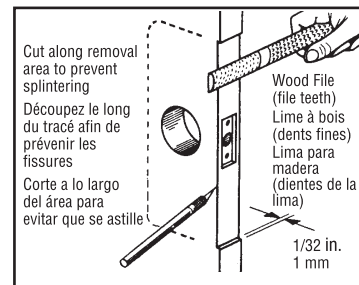

Fig. 4B
**Step 4B:** To remove 1/32 in. of door edge, remove the handle set, guardplate and latchbolt, and mortise the door edge 1/32 in. to allow for jamb clearance. Use an X-acto knife to cut along the pencil lines to prevent splintering. Then use a wood file or coarse sandpaper with a block, to remove material. Reinstall the latchbolt, guardplate and handle (**Fig. 4B**).
**Étape 4B:** Pour entamer le rebord de la porte de 0,8 mm, retirez l'ensemble de poignée, la plaque protectrice et le pêne demi-tour, puis mortaisez le rebord de la porte de 0,8 mm. Afin de prévenir les fissures, effectuez la coupe à l'aide d'un couteau de précision en suivant le tracé dessiné au crayon. Éliminez ensuite les ébarbures à l'aide d'une lime à bois ou d'un papier abrasif avec bloc. Remettez ensuite le pêne demi-tour, la plaque de protection et la poignée en place (**Fig. 4B**).
**Paso 4B:** Para rebajar 0,08 cm (1/32") del borde de la puerta, retire el juego de la manija, la placa de protección y el perno del pestillo y embuta el borde de la puerta 0,08 cm (1/32") para que no haya interferencia con la jamba. Use un cuchillo X-acto para cortar a lo largo de las líneas marcadas con el lápiz para evitar que se astille el área. Luego use una lima para madera o papel de lija de grano grueso con un bloque, para eliminar material. Vuelva a instalar el perno del pestillo, la placa de protección y la manija (**Fig. 4B**).